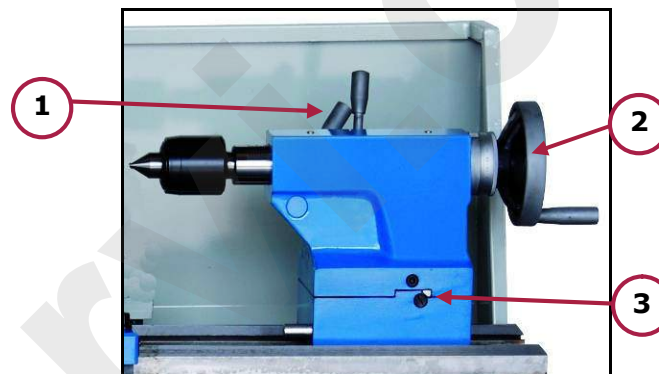

Figura 28 – Leva e volante della contropunta.
Sulla contropunta vi sono i comandi manuali (leve, volantini e viti) che ne consentono la regolazione fine e l'avanzamento (vedere la Figura 28).
(1) Leva di bloccaggio del canotto : La leva permette il bloccaggio del canotto della contropunta (si trova nel lato non visibile dalla Figura 28)
(2) Volantino spostamento longitudinale del canotto: Il volante permette lo spostamento longitudinale, a destra e a sinistra, del canotto della contropunta. Per spostare a sinistra il canotto (verso il mandrino), ruotare il volante in senso orario, viceversa per spostare a destra il canotto, ruotare il volante in senso antiorario.
(3) Vite di regolazione trasversale della contropunta: La vite permette la regolazione per la centratura trasversale della contropunta. Per spostare avanti la contropunta (allontanandola dall'operatore), ruotare la vite in senso orario, viceversa per spostare indietro la contropunta (avvicinandola all'operatore), ruotare la vite in senso antiorario.